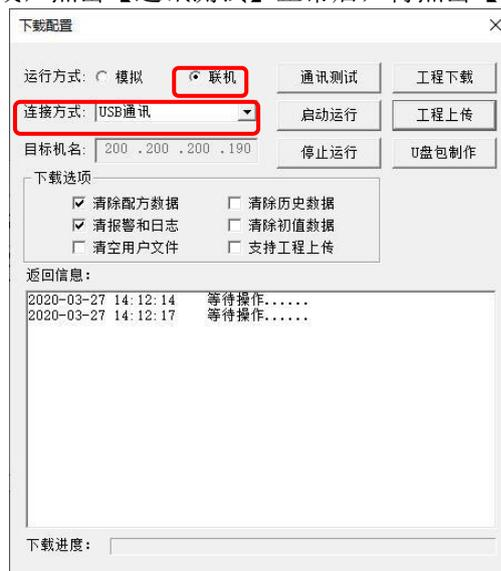

图 2.5-9 USB 从口下载工程设置
- ② 运行 McgsPro 组态软件，打开工程，进入下载配置界面。如图 2.5-9 所示，运行方式：【联机】，连接方式【USB 通讯】。设置完成，点击【通讯测试】正常后，再点击【工程下载】即可。
- ① 使用从口线连接电脑和 TPC；
- ② 运行 McgsPro 组态软件，任意打开一个工程。点击【菜单栏】→【工具】→【上传工程】，进入图 2.5-10 所示的“上传工程”界面；（也可点击图 2.5-9 中的【工程上传】，进入“上传工程”界面）